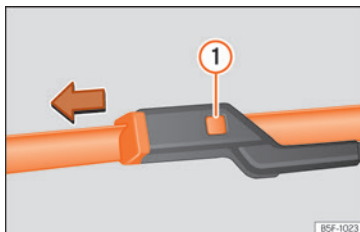

Fig. 39 Udskiftning af viskerblade foran
- Hold udløserknappen »» **Fig. 39** ① nede, og træk samtidig viskerbladet af i pilens retning.